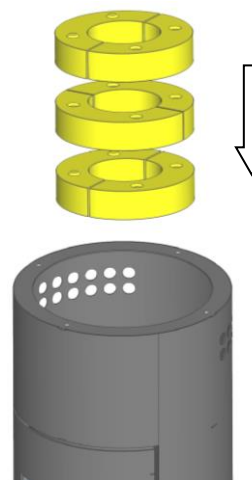
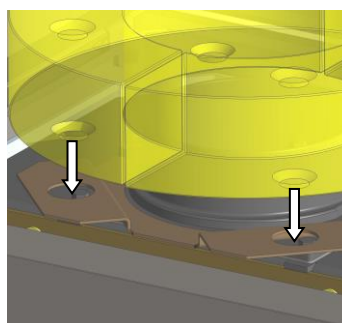

Fig. 8 : mise en place des pierres accumulatives
Fig. 9 : détail du tenon de positionnement
2. Retirer les pierres accumulatives wotdke de l'emballage avec précaution et les placer comme représenté dans le poêle déjà installé (voir Fig. 8).
Tenir impérativement compte de l'orientation des évidements de positionnement. Les pierres accumulatives wotdke inférieures sont placées avec les tenons de positionnement dans les ouvertures du support combiné (voir Fig. 9). Les autres pierres accumulatives wotdke sont placées sur les pierres accumulatives inférieures à l'aide des évidements de positionnement pivotés à chaque fois à 90° (voir Fig. 8).